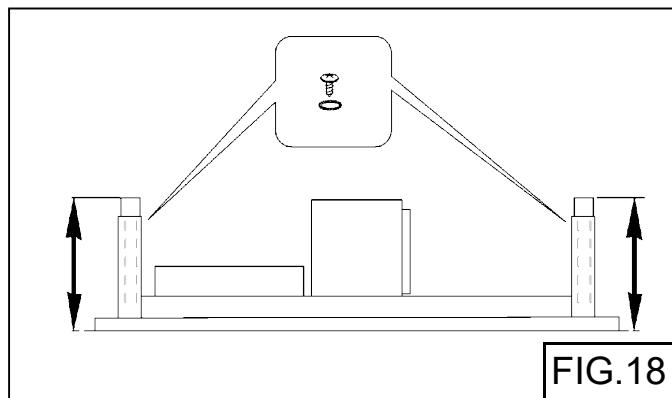

FIG.18
2. Ajustez la hauteur des cadres de soutien télescopiques et serrures avec les vis et rondelles (Fig. 18).